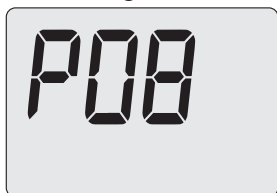

Figura 5.23
- Premere il tasto 13 fino a far apparire sul display LCD codice **P08**, indicante l'entrata nel "parametro P08" (Figura 5.23).
- Premendo il tasto 12 o 13 (Figura 5.19) si ottiene la conferma del valore inserito e si ritorna alla lista parametri (Figura 5.23).